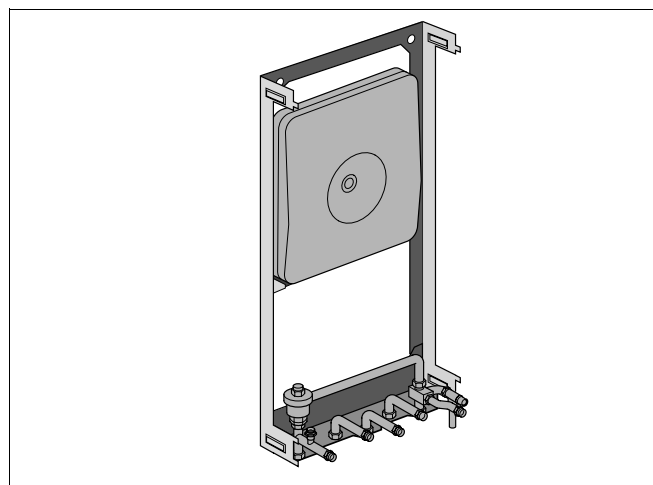

Fig. 2 Poser le cadre de montage
- Poser les chevilles en fonction de la position des trous du cadre de montage et monter le cadre (fig. 2). Tenir compte de l'écartement pour l'installation du système concentrique d'air de combustion/gaz de combustion.